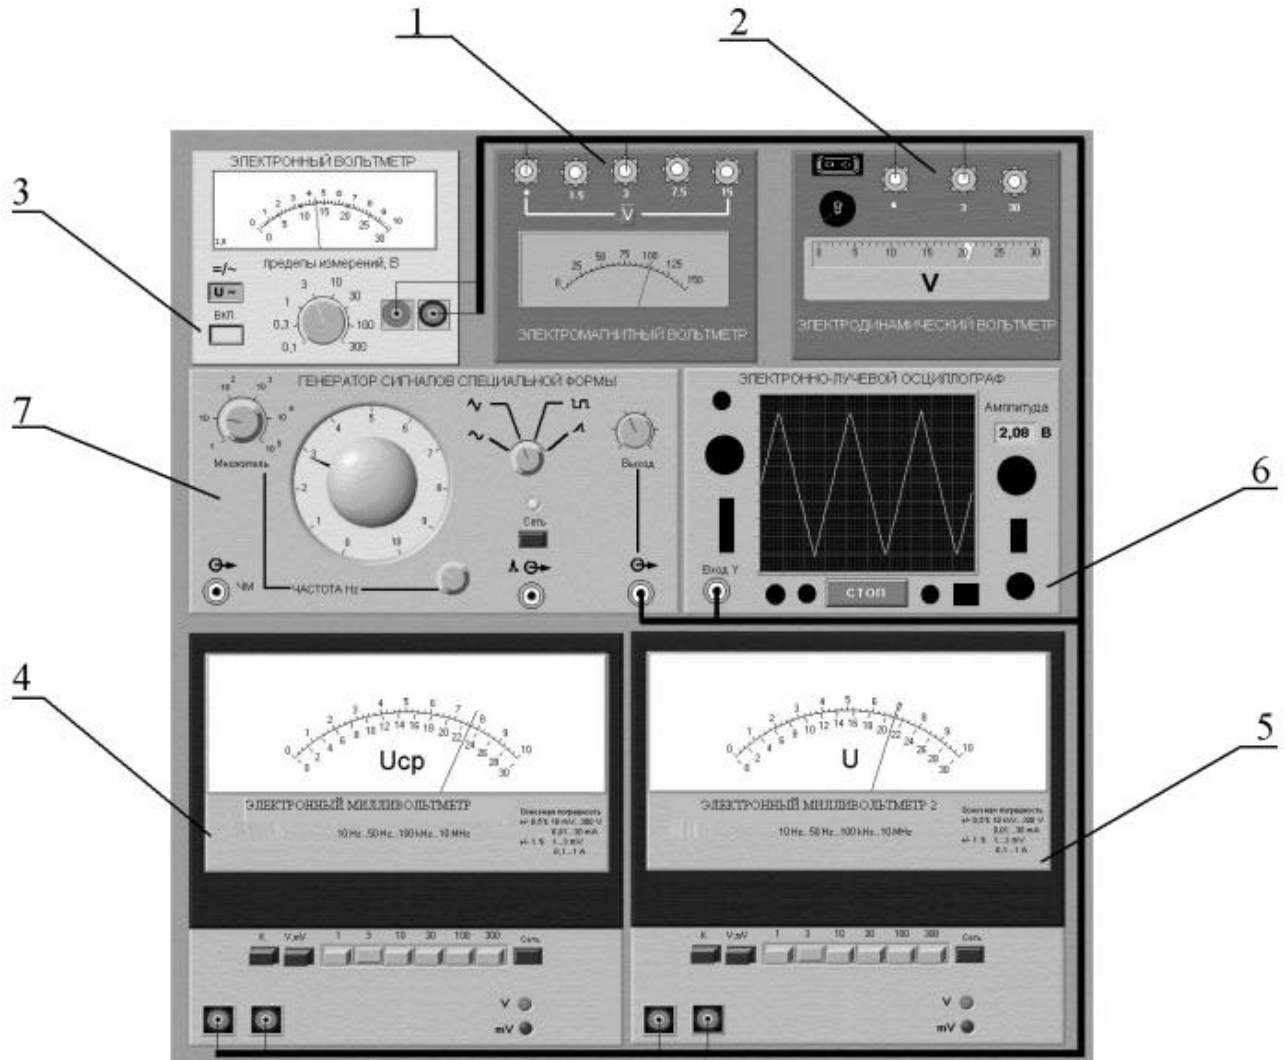

Рисунок 12.1 Модель лабораторного стенда на рабочем столе компьютера при выполнении работы № 12
На стенде находятся модели электромагнитного и электродинамического вольтметров, электронного вольтметра с амплитудным детектором, проградуированного в действующих значениях гармонического напряжения, электронных милливольтметров средневыпрямленного и среднеквадратического значения, электронного осциллографа и генератора сигналов специальной формы (рисунок 12.1).
5.2 Запустите программу лабораторного практикума и выберите лабораторную работу LR3_4. На рабочем столе компьютера автоматически появится модель лабораторного стенда с моделями средств измерений и вспомогательных устройств (Рисунок 12.1) Создайте в среде MS Excel, лабораторный журнал, который служит для формирования отчета по результатам выполнения лабораторной работы.